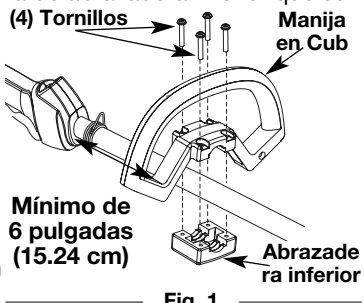

Fig. 1
2. Coloque la manija Cub sobre la caja del eje y en la abrazadera inferior (Fig.1). Colóquela a un mínimo de 6 pulgadas (15.24 cm) del extremo del agarre del eje.